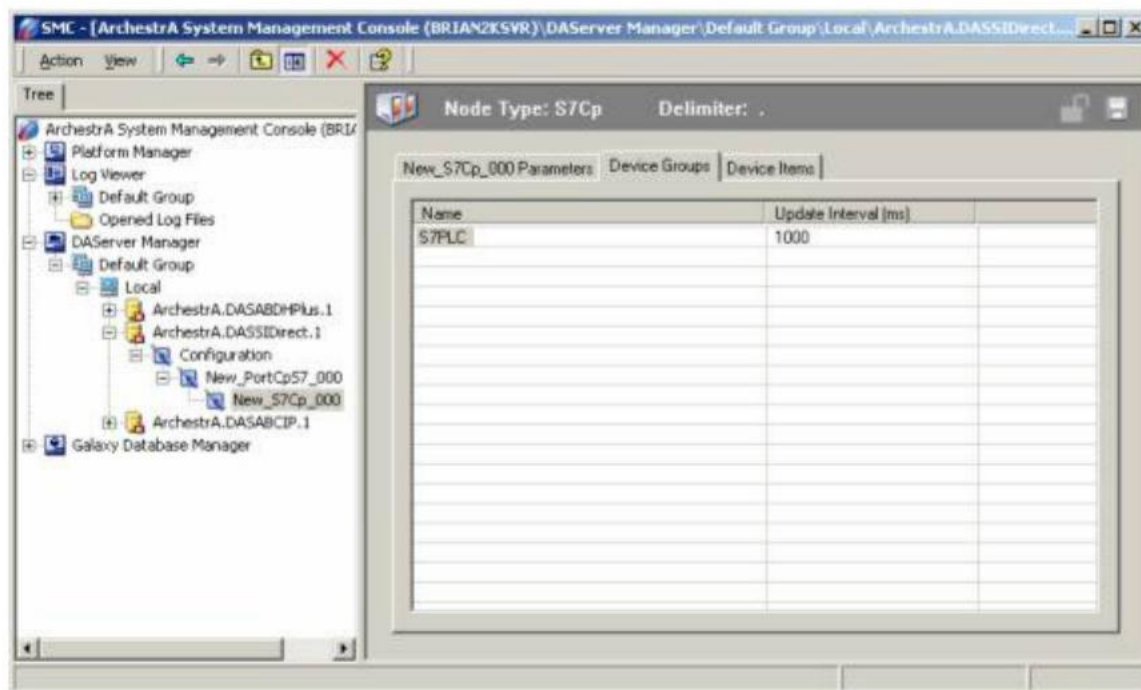

图 5. S7PLC Device Group
10.选择并用右键点击默认名 **Topic_0**, 把它重新命名成一个有意义的名字, 如 **S7PLC**, 如图 5 所示: